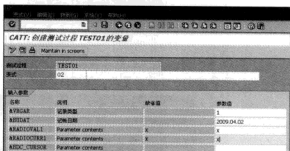

图 4-31 创建测试过程变量
STEP 4 在弹出的对话框中输入参数数据及变式描述后保存，如图4-31所示。此变式可以多条创建保存。